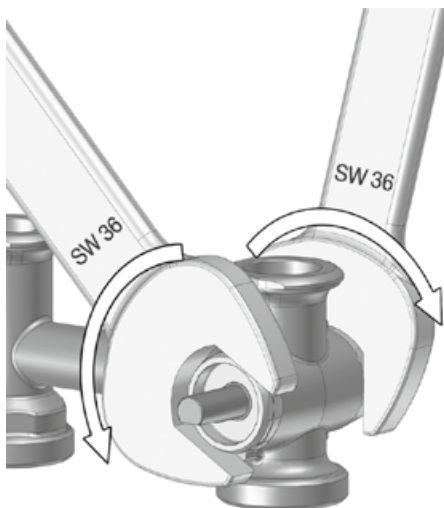

Fig. 19
3. Remonter le manchon (1), le boisseau de la vanne (2) et le bouchon en laiton (3) dans le corps de la vanne comme indiqué sur la fig. 19.